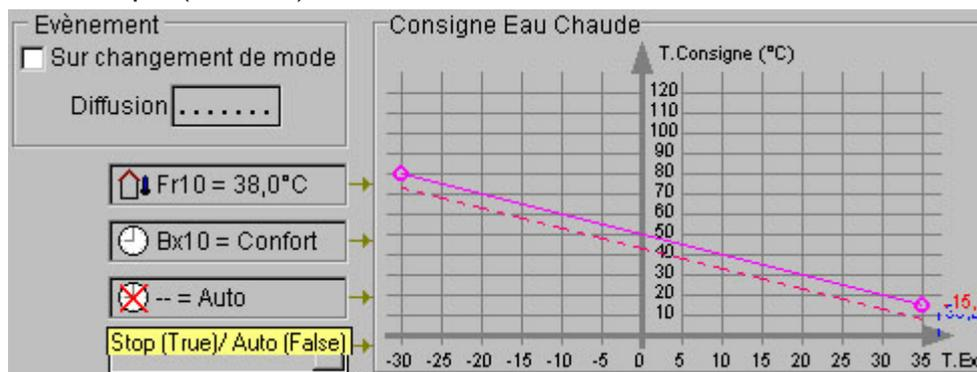

Figure 2.47 : Ressource Courbe de chauffe - Stop ou Automatique
- Lien Stop/Automatique : ce lien vous permet de mettre à l'arrêt la régulation. Il est facultatif et la commande peut s'effectuer manuellement dans le champ réservé à cet effet (voir figure 2.47).